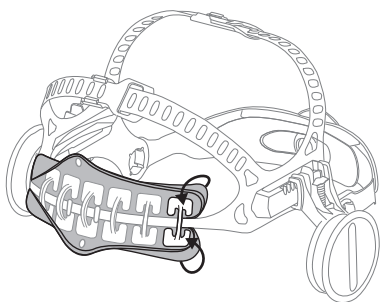

Fig. 18a
- b. Coloca las nuevas esquinas de la banda antisudor alrededor de su retenedor (Fig. 18a).